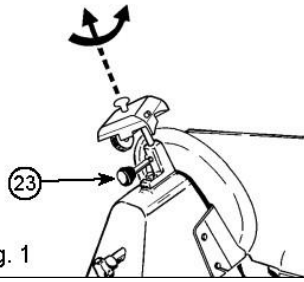
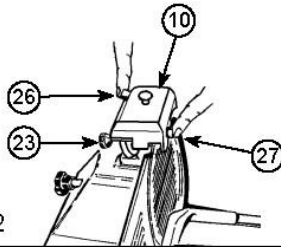
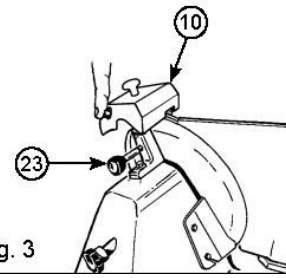

Fig. 1
Fig. 2
Fig. 3
- Controleer dat het beweegbaar schot is gesloten (draaiknop (6) in stand "0").
- Maak de messenslijper blokkade knop (23) los van de messenslijper (10).
- Til de messenslijper (10) omhoog, draai het 180° zodat beide wielen in de werkstand komen te staan. Zie Fig. 1
- Laat de messenslijper (10) zakken totdat het vast klikt.
- Zeker de messenslijper door de blokkade knop (23) aan te draaien. Zie Fig. 2
- Druk op knop (26) en laat het mes draaien voor ongeveer 1 minuut. Als het blad stil staat, controleer of er bramen zijn gevormd aan de rand.
- Als het bramen zijn gevonden, schakel (5) in en druk voorzichtig op knop (27) voor ongeveer 3 seconden om de bramen na het slijpen te verwijderen. Draai de draaiknop (6) weer terug naar de "0" stand.
- Na het slijpen, plaats de messenslijper (10) weer in zijn originele positie, zie Fig. 3 en maak de rand van het mes en de wielen schoon met alcohol.